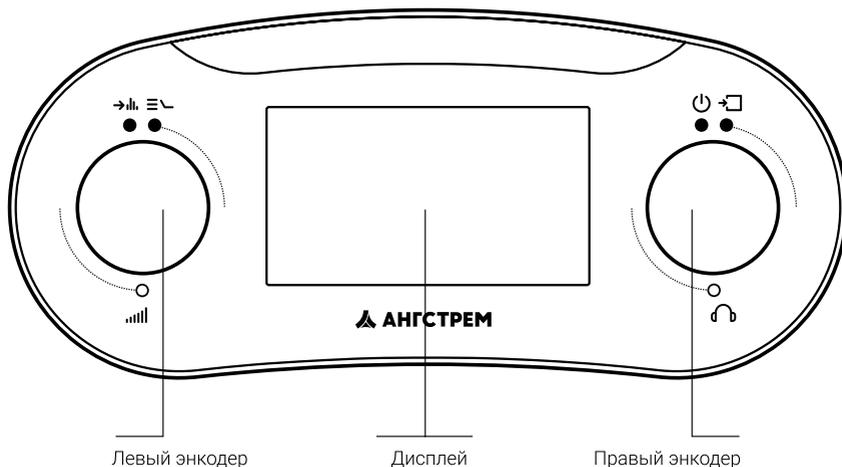

Рисунок 1 – Передняя панель Приемника ПА-1000К
На передней панели расположен жидкокристаллический графический дисплей (Рис. 1), отображающий информацию о режимах и параметрах работы приемника.
4.4 Органы управления. На передней панели (Рис. 1) расположены органы управления – два энкодера.